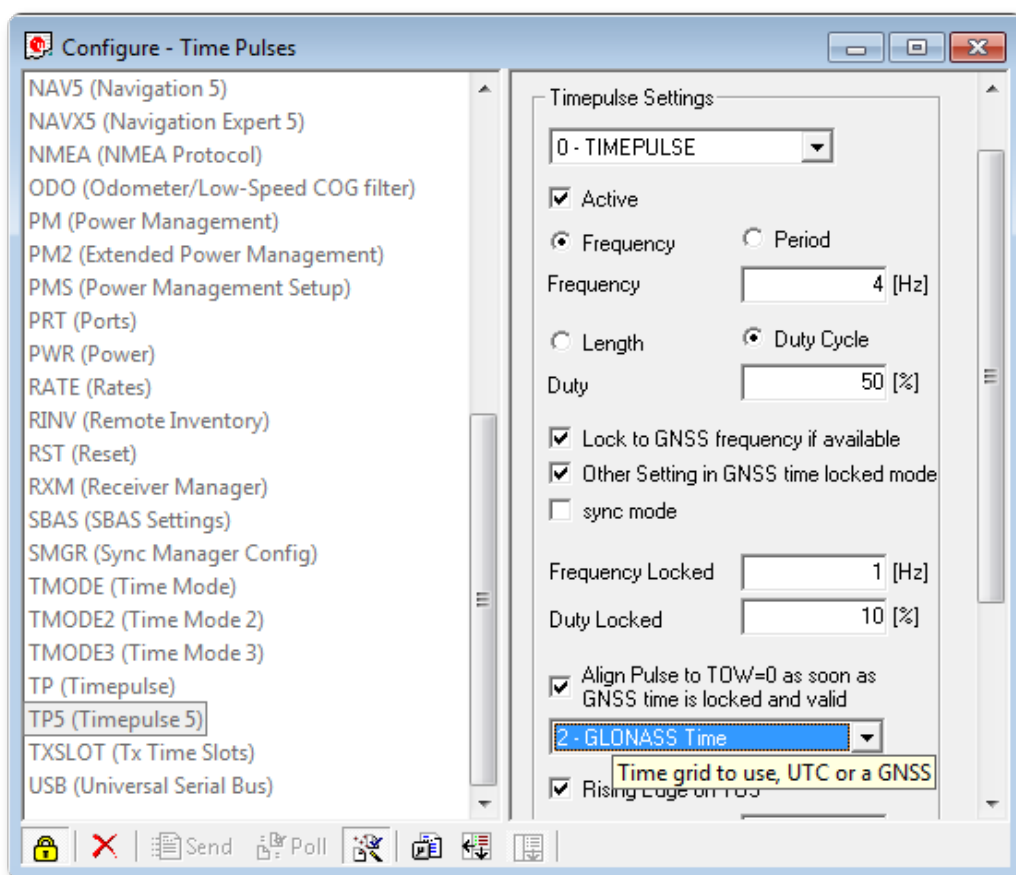

Рис. 22. u-center - выбор временной сетки (Time grid to use)
8. Далее выберите из списка параметров «TP5 (Timerpulse 5)» (см. рис. 22).